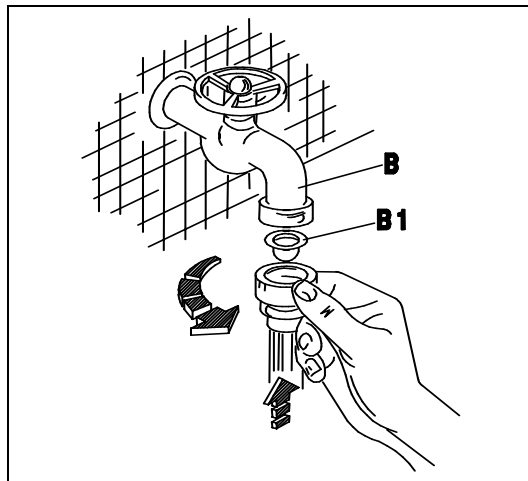
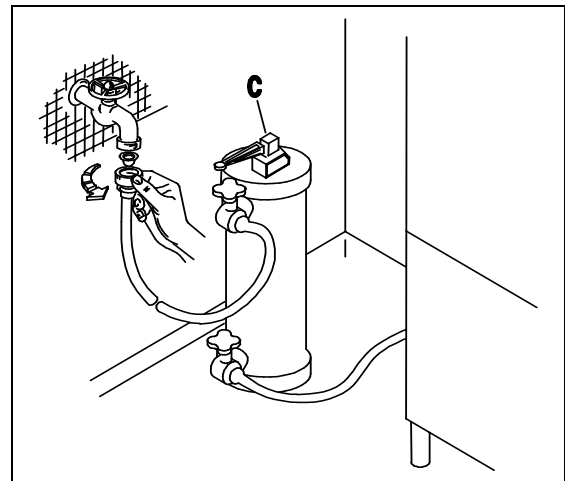
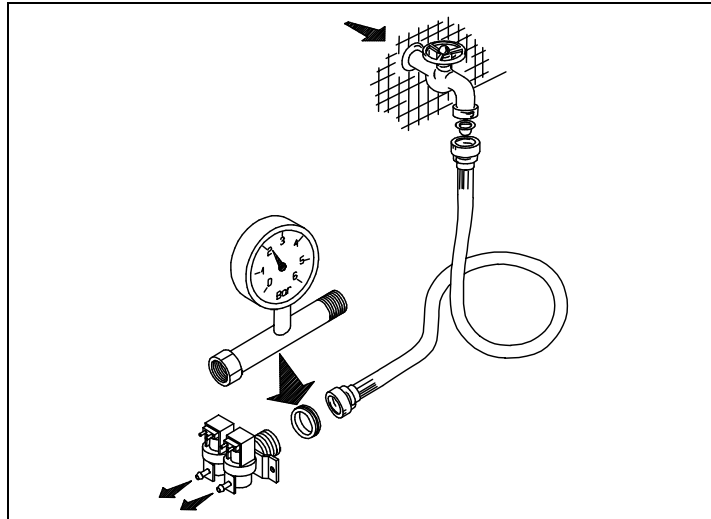
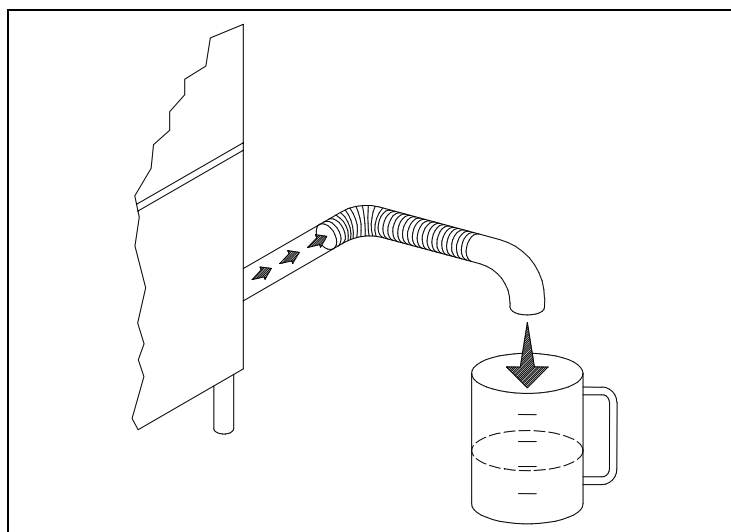

Fig. 2-2
Fig. 2-3
Fig. 2-4
Fig. 2-5
- L'apparecchio è previsto per l'allacciamento all'acqua fredda o calda (max 50 ÷ 55°C), con una pressione a valvola aperta come indicato nella Tab. 2-1. In caso di pressione superiore alla massima consigliata, bisogna installare un riduttore di pressione. In caso di pressione inferiore alla minima consigliata, bisogna installare una pompa di aumento pressione di max 0.5 Hp, con una portata di 20 L/min ed una prevalenza di 15÷20 mt.. Il controllo della pressione deve essere effettuato all'ingresso dell'elettrovalvola (ved. fig.2-4). La condotta dell'acqua deve avere un diametro interno di almeno 16/18 mm (ved. fig.2-5). Collegare il tubo di carico acqua dell'apparecchio ad un rubinetto d'intercettazione (B), posto preferibilmente nelle immediate vicinanze dell'apparecchio, interponendo l'apposito filtro in dotazione (B1) (ved. fig.2-2). Si consiglia l'installazione di un decalcificatore (C) (non in dotazione), montato a monte dell' elettrovalvola della macchina (ved.fig.2-3).
- The appliance is designed for connection to the cold or hot water supply (max. 50 55°C) at a mains pressure with the valve open as shown in Table 2-1 and a minimum output of 10 litres/min. If pressure exceeds the maximum, fit a pressure reducer. If pressure is lower than the minimum, fit a pressure booster pump of max. 0.5 HP, with an output of 20 litres/min. and a head of 15÷20 metres. Pressure must be measured at the solenoid valve inlet (see fig. 2-4). The water pipes must have an internal diameter of at least 16/18 mm (see fig. 2-5). Connect the appliance water supply pipe to a cut-out tap (B), preferably placed close to the appliance, fitting the special filter provided (B1) (see fig. 2-2). We recommend fitting a water softener (C) (not provided) upstream from the machine solenoid valve (see fig. 2-3).
- Das Gerät ist für den Anschluss an Warm-und Kaltwasser (max. 50-55°C) vorgesehen, wobei der Druck bei offenem Ventil dem in Tab. 2-1. Bei höherem Druck als dem empfohlenen einen Druckminderer installieren. Bei niedrigeren Druck als empfohlen eine Druckerhöhungspumpe mit max. 0,5 PS , einer Förderleistung von 20l/min und einer Förderhöhe von 15-20m installieren. Die Druckkontrolle muss am Eingang des Elektroventils erfolgen (siehe Bild 2-4). Die Wasserleitung muss einen Innendurchmesser von mindestens 16/18 mm aufweisen (siehe Bild 2-5). Den Zulaufschlauch des Gerätes an einen möglichst nahegelegenen Wasserhahn (B) anschliessen und den vorgesehenen Filter (B1) anbringen (siehe Bild 2-2). Der Einbau eines Etkalkers (C) wird empfohlen; dieser gehört nicht zur Ausstattung und muss vor dem Elektroventil der Maschine eingebaut werden. (siehe Bild 2-3).
- L'appareil peut être raccordé à l'eau froide ou chaude (50:55°C max) à une pression, soupape ouverte, comme indiqué dans le Tableau 2-1. Si la pression dépasse la pression maximum conseillée, il faut installer un réducteur de pression. Si la pression est inférieure à la pression minimum conseillée, il faut installer une pompe pour faire augmenter la pression de 0,5 Hp max., à un débit de 20 litres /min et à une hauteur d'élévation de 15-20 m. Le contrôle de la pression sera effectué à l'entrée de l'électrovanne (voir fig. 2-4). Les conduites d'eau auront un diamètre interne d'au moins 16/18 mm (voir fig. 2-5). Raccorder la conduite d'arrivée de l'eau de l'appareil à un robinet secondaire (B), installé si possible tout près de l'appareil, après avoir intercalé le filtre spécial fourni (B1) (voir fig. 2-2). Nous conseillons d'installer un adoucisseur (C) (non fourni) qui sera monté en amont de l'électrovanne de la machine (voir fig. 2-3).
- Este aparato se puede alimentar con agua caliente o fría (máx. 50 ÷ 55°C); la presión del agua con válvula abierta está indicada en la Tabla 2-1. En caso de que la presión fuera superior a la máxima que se aconseja, instale un reductor de presión; si fuera demasiado baja, instale una bomba de aumento de presión de 0,5 Hp (máximo), con un caudal de 20 litros por minuto y una altura de elevación de 15 a 20 m. El control de la presión se debe efectuar en la entrada de la electroválvula (véase fig. 2-4). La tubería del agua debe tener un diámetro interior de 16-18 m. por lo menos (véase fig. 2-5). Conecte el tubo de alimentación del agua del aparato a un grifo de paso (B), que irá montado preferentemente muy cerca del aparato, tras interponer el filtro (B1) del equipamiento base (véase fig. 2-2). Es aconsejable instalar un descalcificador (C) (que no forma parte del equipamiento base). El descalcificador irá montado antes de la electroválvula de la máquina (véase fig. 2-3).
- O aparelho é predisposto para ser alimentado com água fria ou quente (máx 50-55°C), com uma pressão, com a válvula aberta, como indicado na Tab. 2-1 e com um fluxo de 10 lt/min. No caso de uma pressão superior à máxima indicada, é necessário instalar um redutor de pressão. No caso de a pressão ser inferior à indicada, é necessário instalar uma bomba de máx 0,5 Hp, com um fluxo de 20 lt/min. O controle da pressão deve ser efetuado na entrada da electroválvula (ver figura 2-4). O tubo de água ou mangueira deve ter um diametro interno de pelo menos 16/18 mm (ver fig. 2-5). Conectar o tubo de alimentação de água do aparelho à uma torneira de fechamento manual (B), colocada de preferencia proxima ao aparelho, conectando o filtro em dotação (B1) (ver fig. 2-2). Aconselha-se a instalação de depurador (filtro) de águas duras (calcário) (C), o qual não é previsto no fornecimento da máquina, montado antes da entrada da electroválvula (ver fig. 2-3).
- Het apparaat is geschikt voor aansluiting op warm of koud water (max. 50 - 55°C), met een druk bij geopend ventiel zoals aangegeven in Tab. 2-1. Bij een hogere druk dan de geadviseerde maximum druk moet er een drukregelaar geïnstalleerd worden. Bij een lagere druk dan de geadviseerde minimum druk moet een drukverhogingspomp van max. 0,5 HP geïnstalleerd worden met een opbrengst van 20 l/min en een opvoerhoogte van 15-20 m. De controle van de druk moet op de ingang van het elektroventiel gecontroleerd worden (zie afb. 2-4). De waterslang moet een inwendige diameter van ten minste 16/18 mm hebben (zie afb. 2-5). Sluit de watertoevoerslang van het apparaat aan op een afsluitkraan (B) die bij voorkeur dicht bij het apparaat geplaatst moet zijn en zet het speciale meegeleverde filter (B1) ertussen (zie afb. 2-2). Er wordt geadviseerd om een waterontharder (C) (niet meegeleverd) te installeren, die vóór het elektroventiel van de machine geplaatst moet worden (zie afb. 2-3).